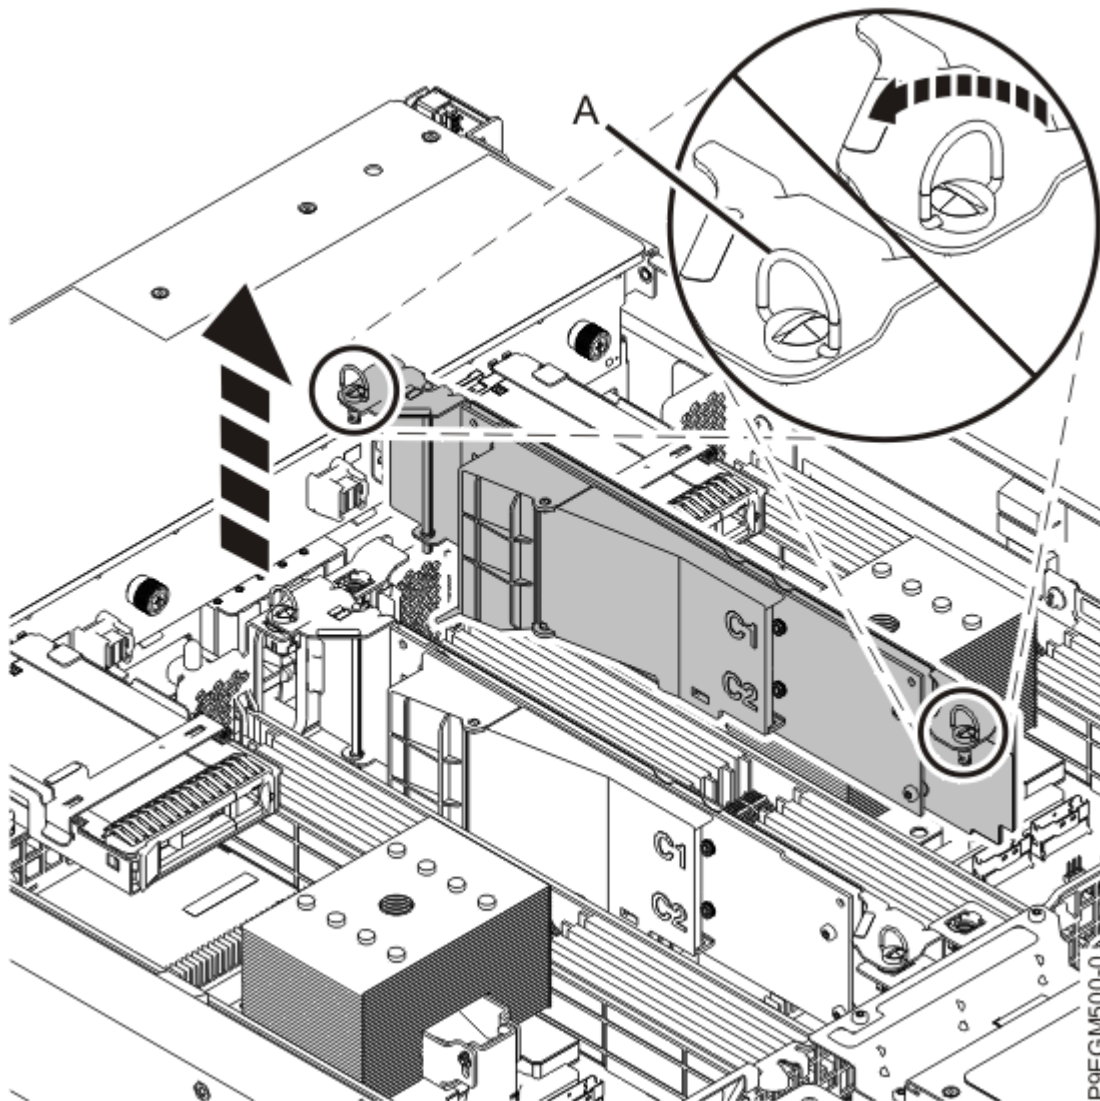

Figure 14. Retrait de la carte porteuse NVMe M.2
4. Soulevez la carte porteuse NVMe M.2 pour le retirer de l'emplacement comme indiqué dans la Figure 14, à la page 20.